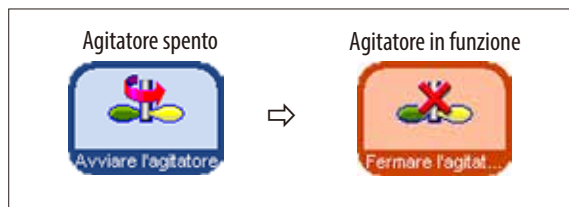

Fig. 131
- L'agitatore può essere attivato e nuovamente fermato. L'agitatore funziona solo se il tasto si illumina in arancione (fig. 131).